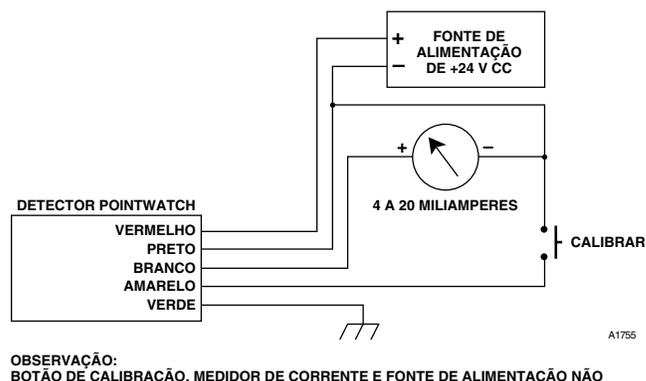

Figura 15 — Cabeamento típico do Detector PIR9400, configuração independente
- As Figuras de 15 a 20 mostram cabeamentos típicos para várias configurações do sistema usando o detector Modelo PIR9400. Consulte a figura adequada como guia para a conexão do sistema. A Figura 15 traz o cabeamento típico para uma operação independente. A Figura 16 mostra o cabeamento típico para o PIR9400 com uma caixa de terminação da Det-Tronics. A Figura 17 mostra os terminais da caixa de terminação e a chave de calibração. A Figura 18 traz o cabeamento para a operação de um conjunto PIR9400/FlexVu UD10. A Figura 19 mostra o cabeamento típico para o PIR9400 operando com o transmissor Infiniti U9500. A Figura 20 mostra uma unidade PIR9400 ligada a uma DCU em um sistema Eagle Quantum Premier. O código de cores para os cabos condutores do PIR9400 é:
- A sequência de calibração é iniciada conectando momentaneamente o condutor de calibração ao condutor negativo (comum) da fonte de alimentação usando a Caneta Magnét. de Calib. ou uma chave externa. Se o PIRTB com Chave de Calibração Magnética da Det-Tronics estiver sendo usado, basta segurar a Caneta Magnética de Calibração próximo da lateral do PIRTB por um segundo. Veja a localização da Chave de Calibração na Figura 17. Uma forma alternativa de fazer isso é instalar um botão entre o cabo amarelo e a fonte de alimentação comum (-), como mostra a Figura 15. O uso da Caneta Magnética de Calibração para ativar a Chave de Calibração no PIRTB será \*mencionado ao longo dos procedimentos seguintes. Se for usado um método alternativo de iniciar a calibração, substitua todas as menções à ativação com Caneta Magnética de Calibração/Chave de Calibração por esse método.
3. Inicie a calibração ativando o botão Calibrar, mostrado na Figura 15, ou segurando a Caneta Magnética de Calibração próximo à Chave de Calibração no PIRTB (se usado) por um segundo.